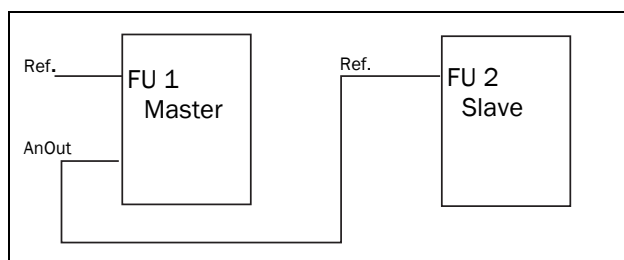

Abb. 129
- Sollwert für den nächsten Umrichter in einer Master/Slave-Konfiguration, siehe Abb. 129.